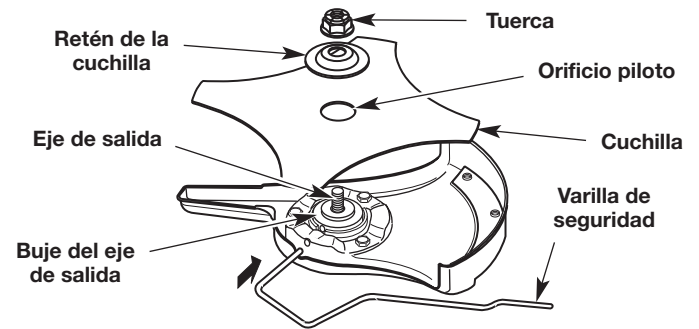

Fig. 17
4. Mientras sostiene la varilla de seguridad en su lugar, coloque la cuchilla sobre el alojamiento del eje de salida (Fig. 17).
<p>ADVERTENCIA: Para evitar lesiones personales graves, asegúrese de que el orificio piloto de la cuchilla se asiente de forma plana contra el casquillo del eje de salida (Fig. 17). La unidad vibrará y la cuchilla se puede desprender si la cuchilla no está centrada.</p>
5. Coloque la retención de la cuchilla sobre el eje de salida con la superficie plana contra la cuchilla (Fig. 17).
6. Atornille la tuerca sobre el eje de salida (Fig. 17).